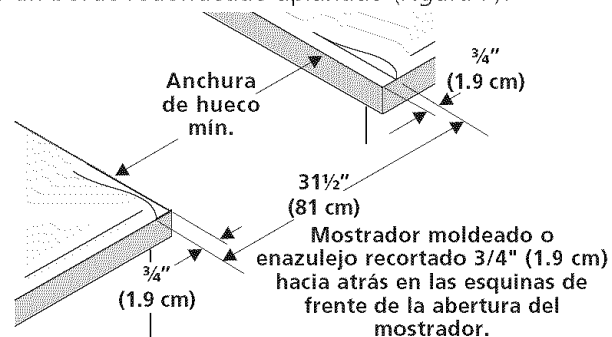

Figura 7
- **El reborde de frente de mostradores moldeados** deben tener bordes moldeados a 3/4" (1.9cm) a partir de cada extremidad de la apertura (Figura 7).
- **Los mostradores en azulejos** deberán necesitar un recorte de 3/4" (1.9 cm) a partir de cada extremidad y/o un borde redondeado aplanado (Figura 7).